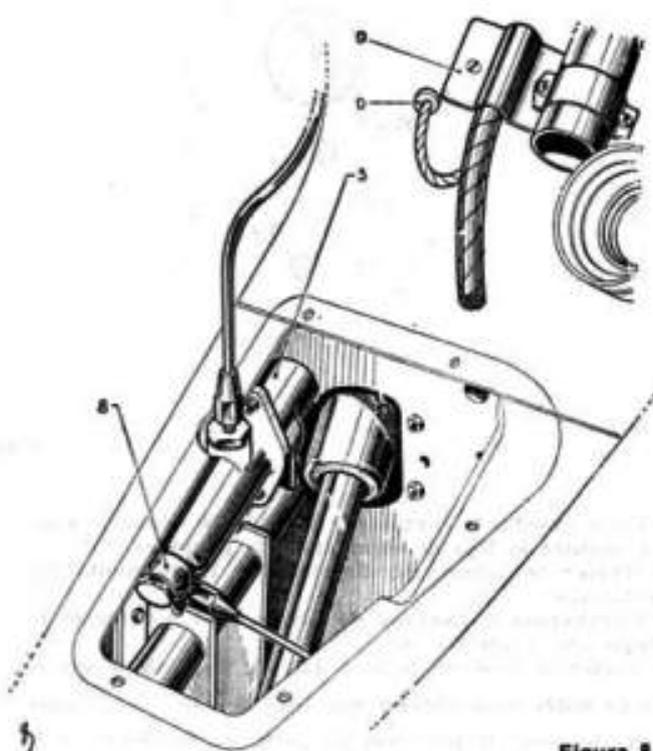

Figure 8
- Accoupler les tubes Lockheed au raccord (6). Monter le raccord de départ (8) sur le maître-cylindre (voir fig. 8). Monter le tube Lockheed entre maître-cylindre et raccord et le tube entre réservoir et maître-cylindre.
- Placer un œillet caoutchouc dans le trou « D » (voir fig. 8), puis passer ces fils dans l'œillet caoutchouc et les connecter au contacteur.
- Enrubanner le faisceau de fils, le fixer à l'aide de la plaque (9) (voir fig. 8).